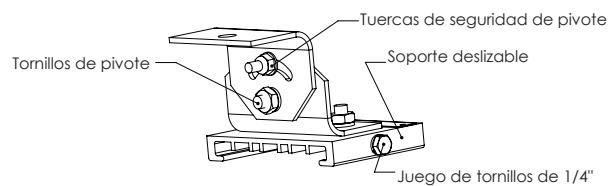

Figura 5. Detalles del montaje giratorio
- Ajuste los dos (2) tornillos de 1/4" y fíjelos en cada soporte deslizable hasta que lleguen al fondo (ver la Figura 5). Torsión para 78 pulgadas-libras (8,8 N-m).
- Ajustar la posición del dispositivo al ángulo deseado y ajustar los dos (2) tornillos de pivote de 5/16". Torsión para 78 pulgadas-libras (15,6 N-m).
- Ajustar las dos (2) tuercas de seguridad de pivote de 1/4" en las ranuras de ajuste a 78 pulgadas-libras (8,8 Nm).